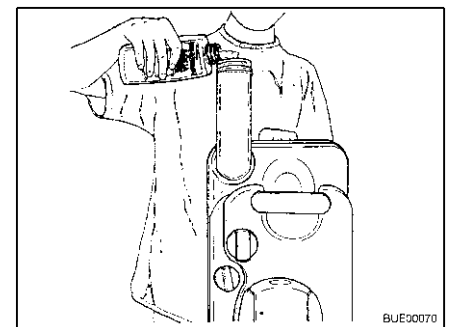

Fig. 176 Verter producto para sanitarios
- Rellenar la cantidad indicada de producto para sanitarios en el depósito de aguas fecales (Fig. 176).